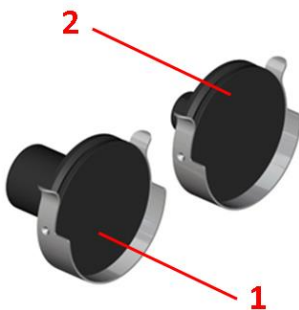
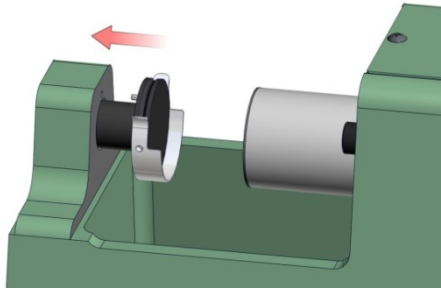

Figura 5.1.1
Figura 5.1.2
1. A máquina de resistência universal, modelo PFG, inclui os acessórios necessários para medir a resistência à compressão da areia de moldagem,. Os acessórios necessários para realizar este teste são apresentados na Figura 5.1.1.
2. Instale os dois acessórios de resistência à compressão. Primeiro, alinhe cada um dos pinos na parte de trás dos grampos com os furos na base e no pistão hidráulico da máquina de resistência universal. Depois, arraste com cuidado o acessórios de 24 mm (Item 1, Figura 5.1.1) e o acessórios de 15 mm (Item 2, Figura 5.1.1) para a base e o pistão hidráulico, respetivamente. Consulte a Figura 5.1.2.